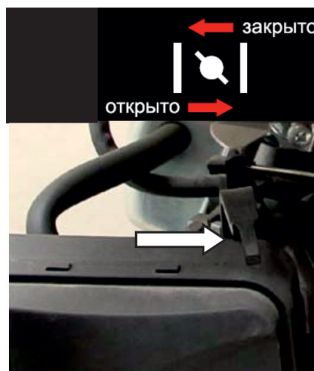

Рис. 15
5. Через 5 секунд после запуска двигателя плавно переведите рычаг воздушной заслонки в положение «Открыто» (рис. 15).